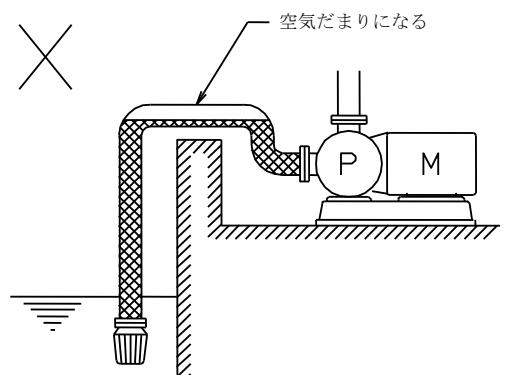

図 3
- (c) 吸込配管は、空気だまりが出来ないよう、ポンプに向かって登り勾配 (1/100 以上) にしてください。配管の途中に、空気だまりになる凸部を作らないようにしてください(図 3)。空気だまりのために揚水できなかったり、ドライ運転になって、ポンプ内しゅう動部を焼きつかせるおそれがあります。また、空気を吸込まないよう、継手など入念に取付けてください。
- (e) 吸込管口径、及び吸込異径管のサイズは表 1 のとおりにしてください。吸込異径管は、図 3 のように空気だまりのできないように取り付けてください。なお吸込異径管は、特別附属品として用意しておりますのでご用命ください。